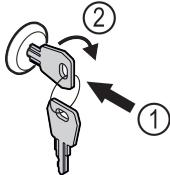

Fig. 143
- Ies piediet atslēgu Fig. 143 (1).
- Grieziet atslēgu par 90° pulksteņrādītāja virzienā Fig. 143 (2).